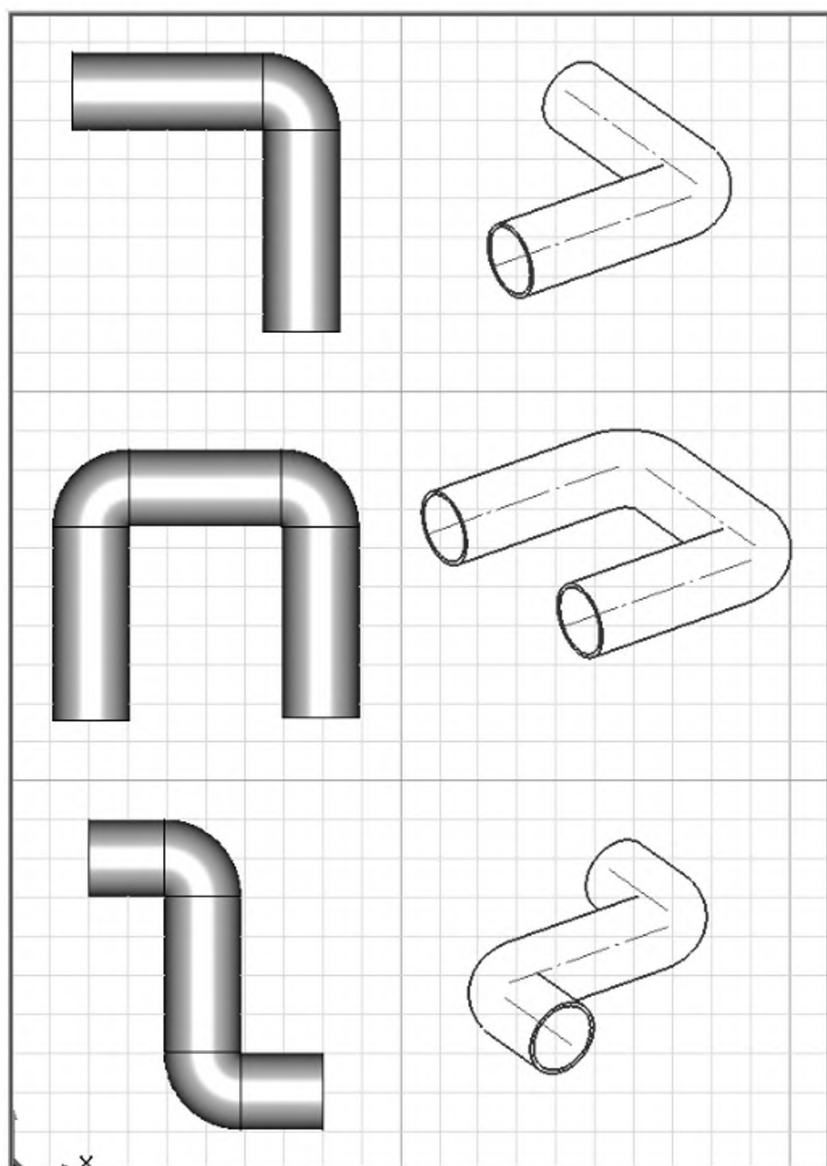

Рис. 1. Учебный элемент УЭ 06. Самостоятельная работа
**Задание для самостоятельной работы.** Выполнить объемные модели и технические рисунки в аксонометрии конструкций из труб, как показано на рис. 1. Диаметр трубы 20 мм, толщина стенки 1 мм, радиус скругления соединения 10 мм.